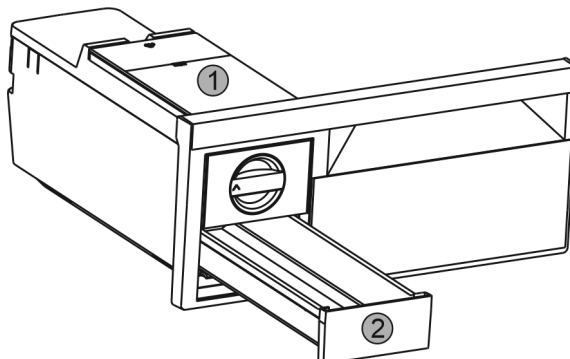

Fig. 49
- ▶ Зняти бак для води Fig. 49 (1) та висувний ящик для виробництва кубиків льоду Fig. 49 (2).